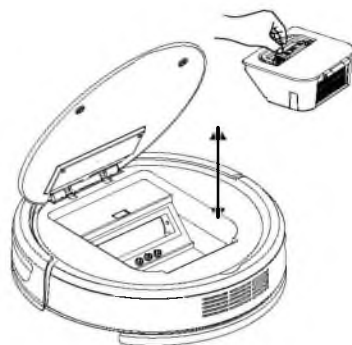

Рис.2
02. Витягти пилозбірник (Рис.2)